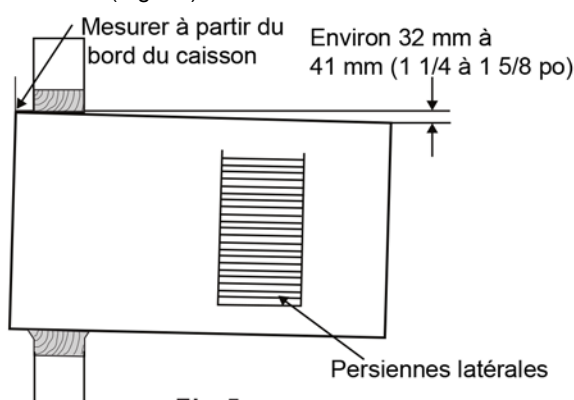

Fig. 5
3. Positionnez le caisson pour obtenir une pente convenable pour l'évacuation de l'eau (voir la Fig. 5 ci-dessous).